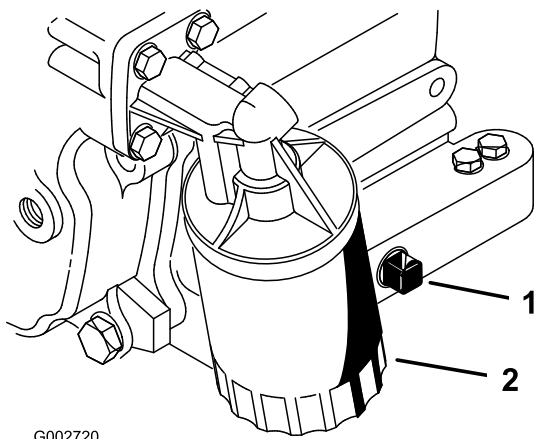

Bild 27
2. Entfernen Sie die Ablassschraube (Bild 27) und lassen das Öl in eine Auffangwanne ab. Schrauben Sie die Ablassschraube wieder ein, nachdem das Öl abgelaufen ist.
3. Entfernen Sie den Ölfiler (Bild 27).